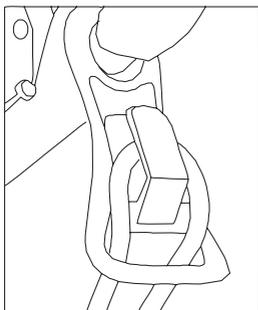

Рис. 8 Расположение кабеля в кронштейне
*В целях безопасности, во время работы, кабель необходимо зафиксировать в специальном кронштейне, расположенном на рабочей рукоятке газонокосилки (Рис. 8).*